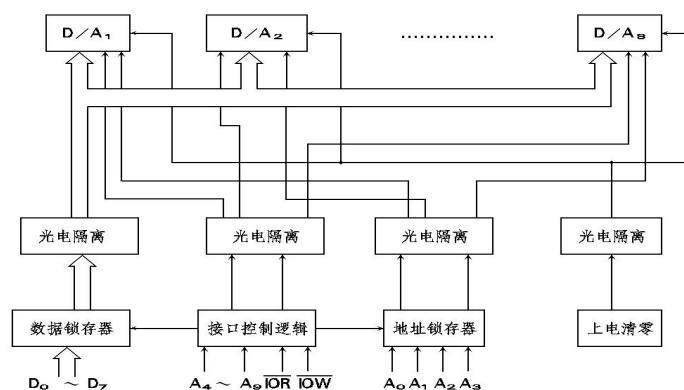

图 1 工作原理框图
- 3.1 工作原理框图: PC-6323 光电隔离型模出接口卡工作原理框图见图 1。